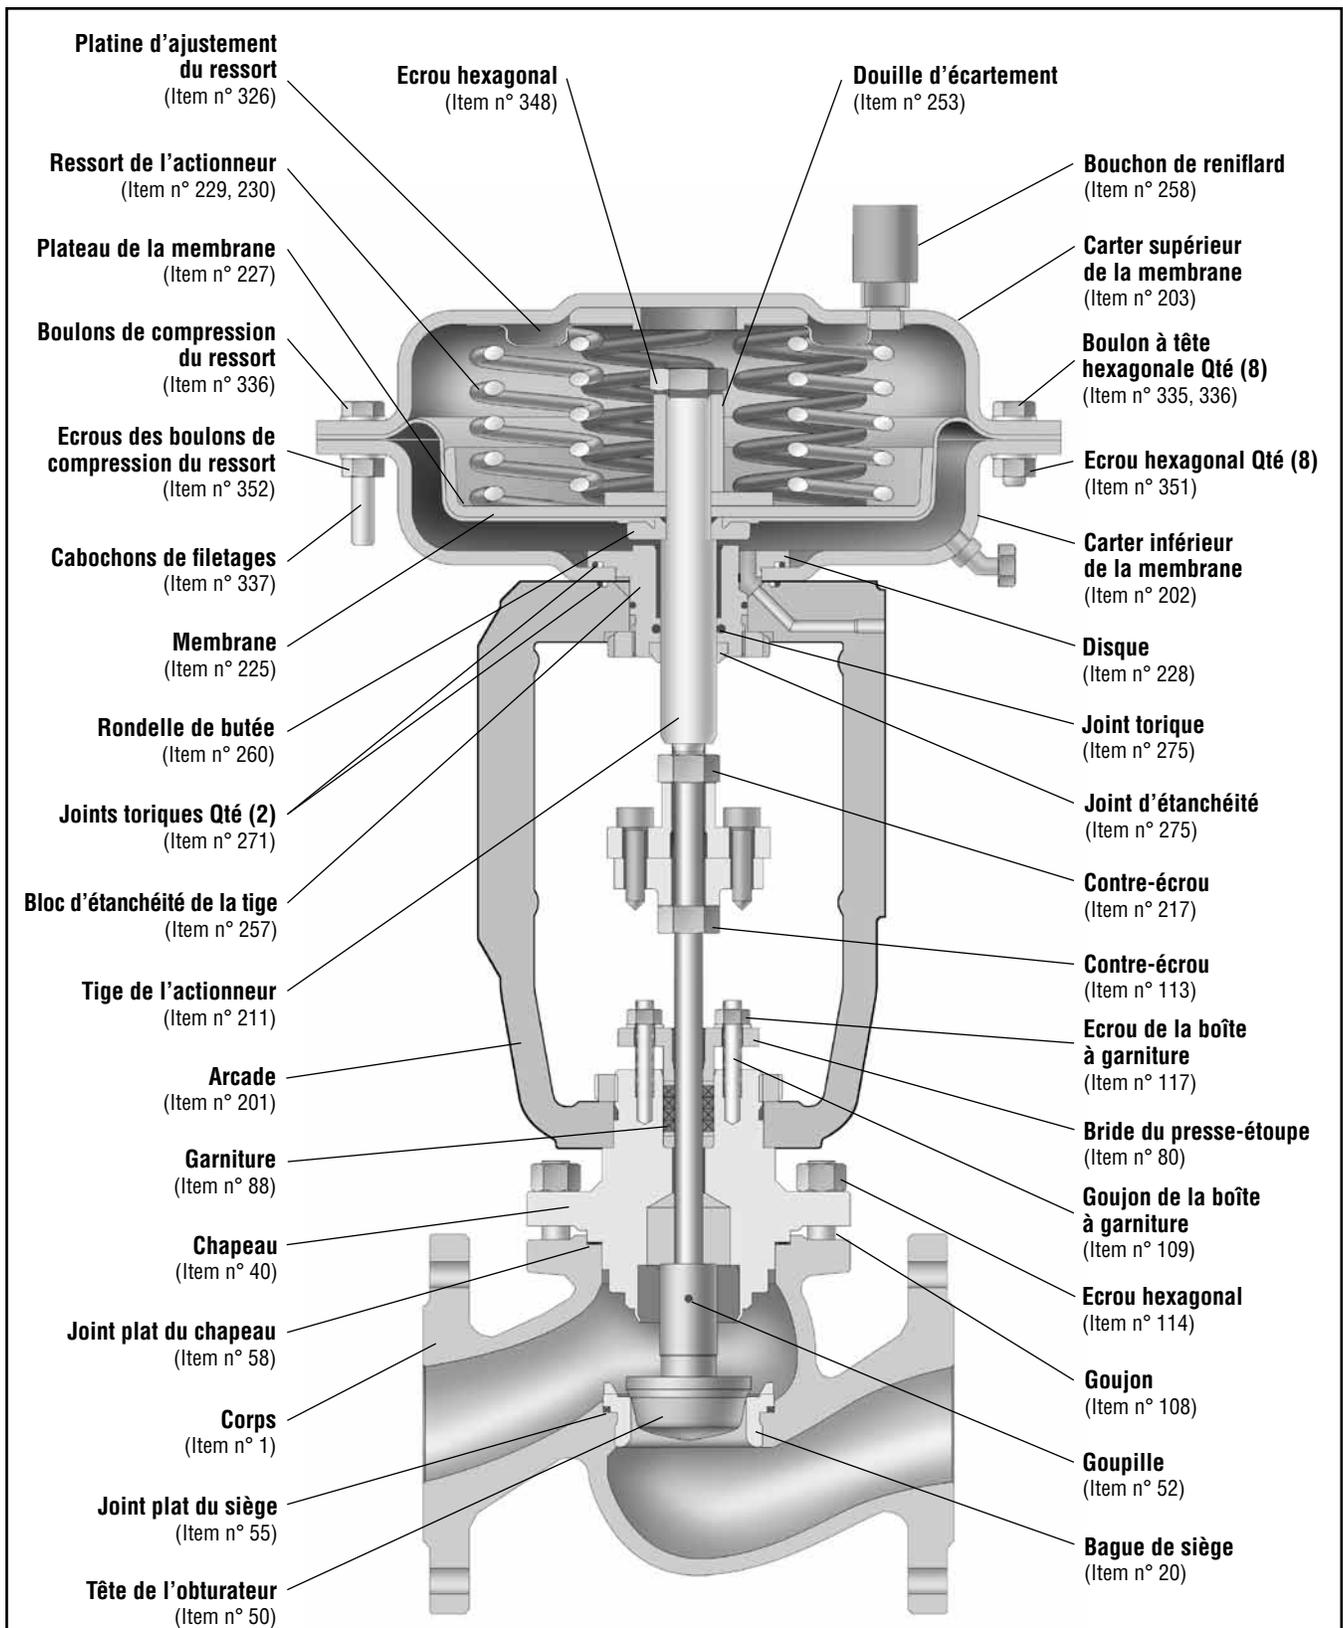

Figure 10 : Vanne de contrôle d'usage général FlowTop
**AVERTISSEMENT :** *Les boulons longs de compression du ressort (336) doivent toujours être retirés en dernier de façon à ce que la compression du ressort soit totalement soulagée avant de retirer le carter supérieur de la membrane (203).*
**REMARQUE :** *Il est parfois plus facile d'utiliser une presse pour maintenir le carter de la membrane en place pendant que vous démontez les boulons de compression du ressort (335) ; les ressorts peuvent alors être soulagés de leur compression en utilisant la presse plutôt que les boulons (335).*
3. Retirez le carter supérieur de la membrane (203).
4. Retirez l'écrou de la tige de l'actionneur (248). Des plats sont prévus sur l'extrémité inférieure de la tige de l'actionneur (211) afin de prévenir toute rotation. La rondelle de la membrane (360), la membrane (225), la platine de ressort (227), la douille (253) et les ressorts (229) peuvent maintenant être retirés.
5. Assemblez les parties internes en vous conformant à la Figure 9 pour les actionneurs à action directe (air-pour-fermer/ position par défaut ouverte) ou à la Figure 10 pour les actionneurs à action inverse (air-pour-ouvrir/ position par défaut fermée). Suivez les étapes 1 à 4 de la procédure de désassemblage ci-avant mais en séquence inverse. Pour simplifier l'assemblage, placez l'actionneur en position verticale.
3. Installez une membrane d'actionneur neuve (225) et assemblez les parties internes en vous conformant à la Figure 9 pour les actionneurs à action directe (air-pour-fermer/ position par défaut ouverte) ou à la Figure 10 pour les actionneurs à action inverse (air-pour-ouvrir/ position par défaut fermée) et 2109.